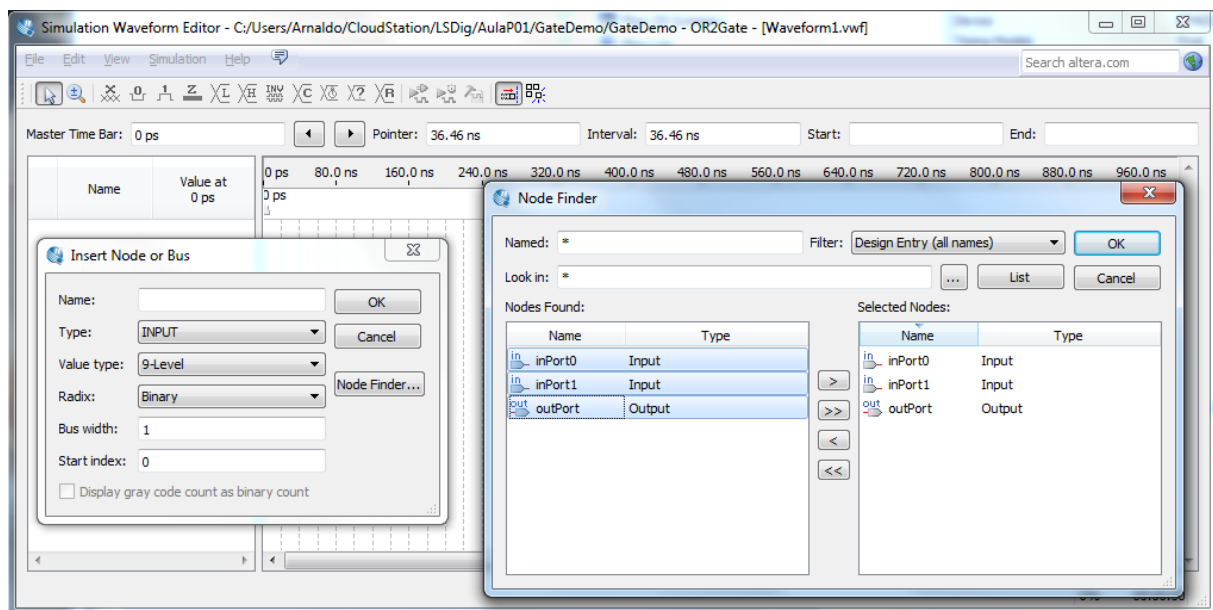

Figura 15 – Especificação das formas de onda de entrada na janela do simulador.
9. Através do menu “Edit->Insert->Insert Node or Bus”, premindo de seguida os botões “Node Finder” e “List”, selecione todos os ports de entrada e saída da “OR2Gate” (Figura 15).